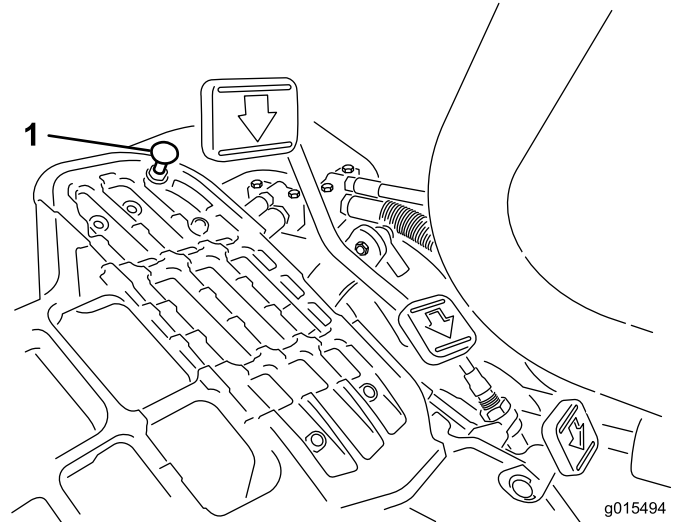

图50
要获得最大行驶速度，请将功能控制杆放置在行驶位置，并踩下驱动踏板。如果在拉线感到张紧力之前，踏板接触到限位器（图50），则需要进行调整：
1. 将功能控制杆放置在行驶位置，松开将踏板限位器固定至底板上的锁紧螺母（图50）。